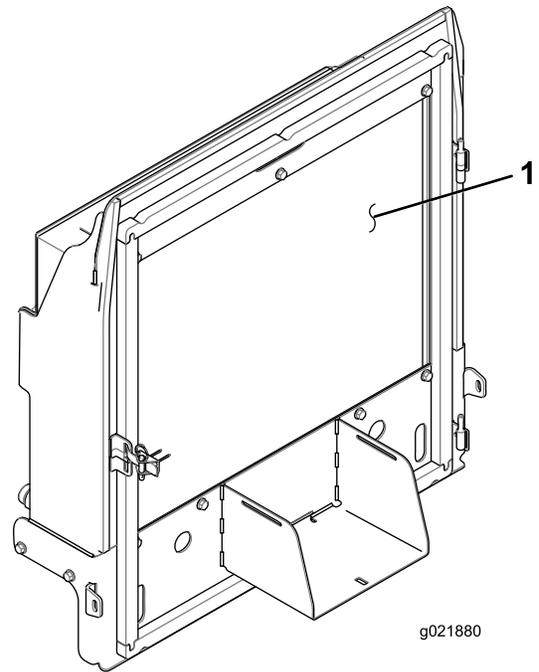

図 85
4. オイルクーラ/ラジエターの裏表を圧縮空気で丁寧に清掃する 図 85。